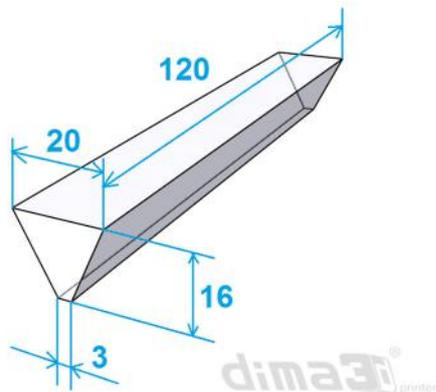

Figura 4: Geometría de la pieza (dimensiones en mm)
- 1- La Geometría será la descrita en la Figura 4, impresa sobre su base menor. Utilizada frecuentemente en impresión 3D como test de adherencia a la base de impresión.